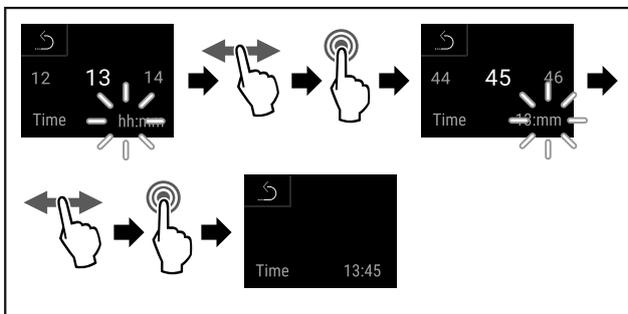

Fig. 56
- ▶ Handlungsschritte (siehe Fig. 56) durchführen.